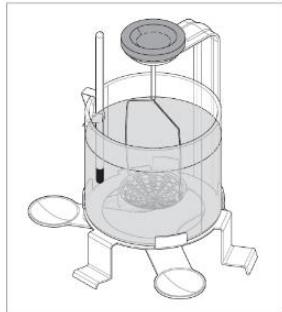

Figure 4.2-1
- Suspendez un support approprié pour vous assurer qu'il ne touche pas la paroi du bêcher ou le thermomètre\*. Si une sous-charge est affichée, utilisez le poids compensateur comme décrit au chapitre 1 (voir la figure 4.2-1 à titre d'exemple).